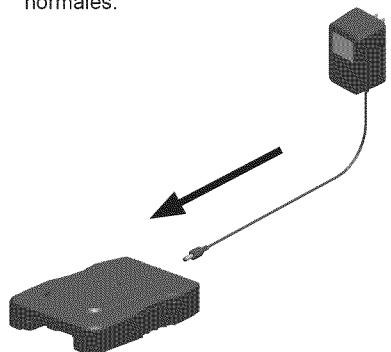

Figure 1 - Branchez le chargeur dans le socle
- Branchez le cordon du chargeur dans le socle de ce dernier (voir la figure 1).